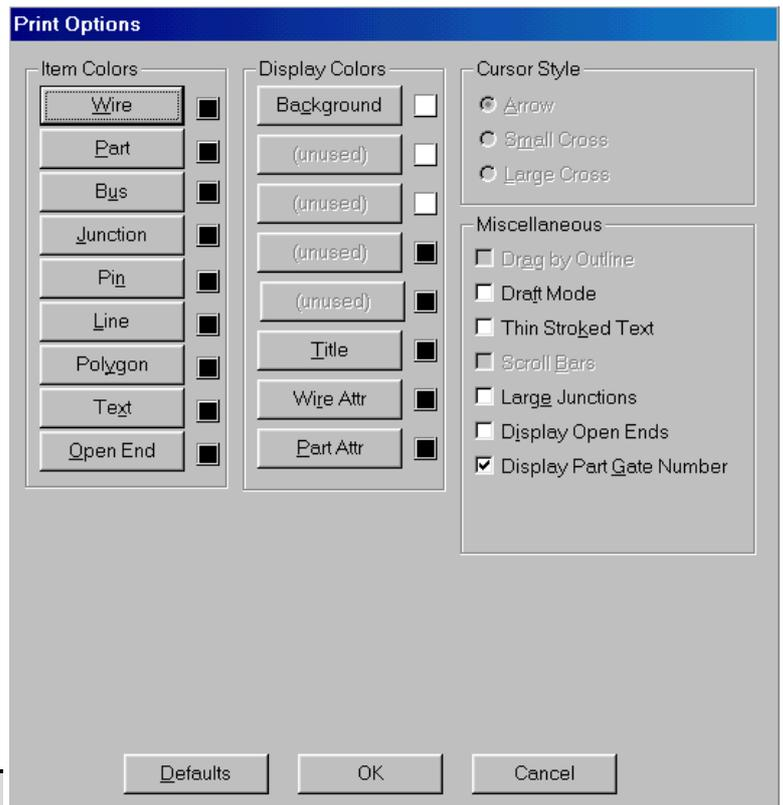

Рис. 6-22. Настройка параметров объектов при печати
4) Нажмите на кнопку **Print Options...**, чтобы указать перечень объектов чертежа, выводимых на печать и их свойства. Появится панель **Print Options**, показанная на рис. 6-22. Эта панель совпадает с аналогичной панелью для настройки параметров вывода на дисплей (рис. 3-12) за исключением того, что недоступные пункты окрашены серым цветом. По умолчанию все объекты выполняются черным цветом, а цвет фона выбран белым.